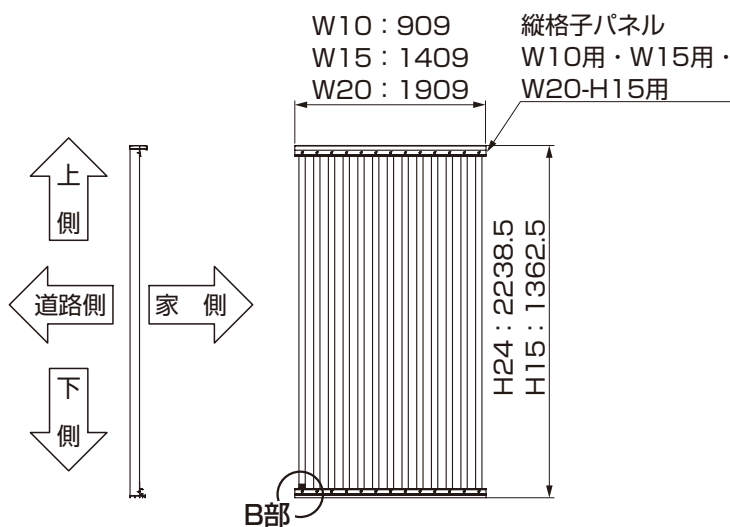
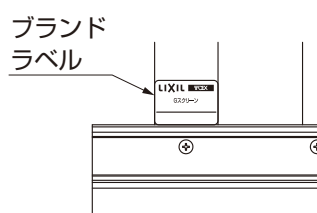

図5-16
図5-17 B部詳細図
- 家側から見て左下にブランドラベルがくるように組付けます。(図5-16、図5-17参照)